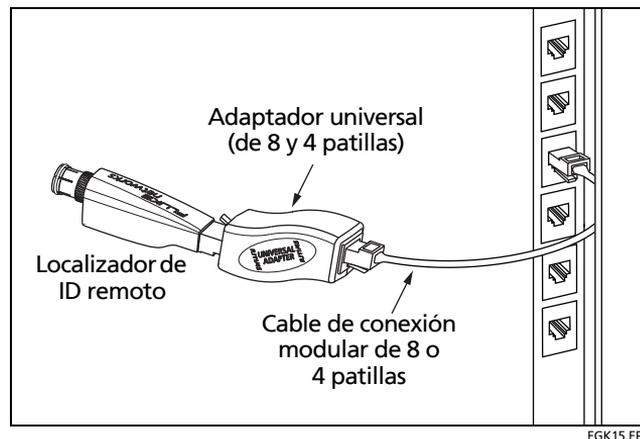

Figura 6. Conexión de un localizador de ID remoto en un área confinada o a un conector hembra RJ11
Para conectar un localizador de ID remoto a un conector hembra modular (RJ) en un área confinada o a un conector hembra modular de 4 patillas (RJ11), utilice el adaptador universal opcional y un cable de conexión, tal como se muestra en la Figura 6.